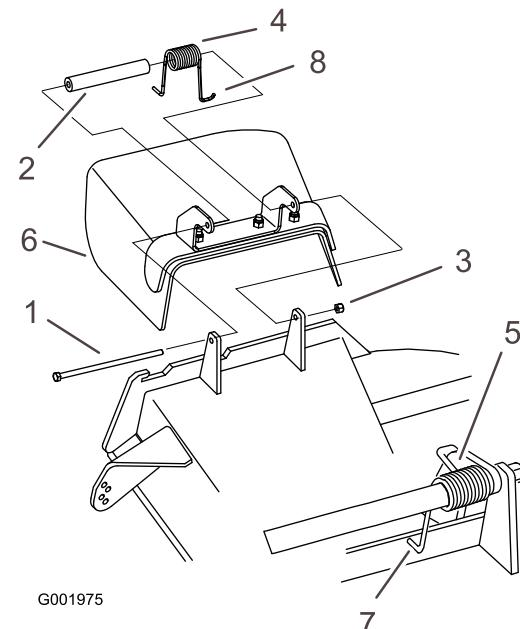

Figure 88
- Remarque:** Prenez soin de placer 1 extrémité en J du ressort derrière le bord du tablier avant de mettre le boulon en place, comme montré à la Figure 88.
6. Accrochez l'extrémité en J du ressort au déflecteur d'herbe (Figure 88).
1. Retirez le contre-écrou, le boulon, le ressort et l'entretoise qui fixent le déflecteur aux supports de pivot (Figure 88).